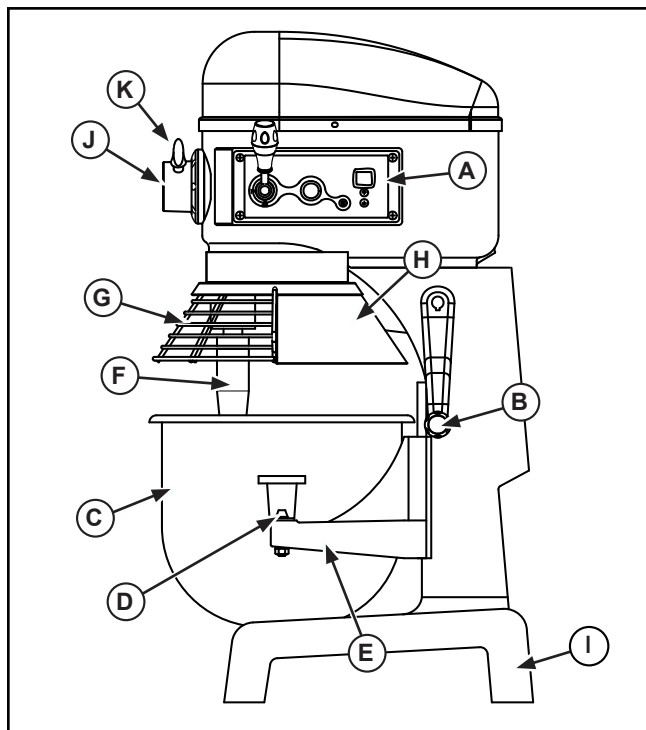

Figura 2. Miscelatore da 22 l e da 33 l, funzioni e comandi.
1. Chiudere la protezione ciotola (G). Vedere la figura 2. Questa protezione deve essere chiusa per azionare il miscelatore. Il miscelatore non si avvierà se la protezione è aperta o non è chiusa correttamente.